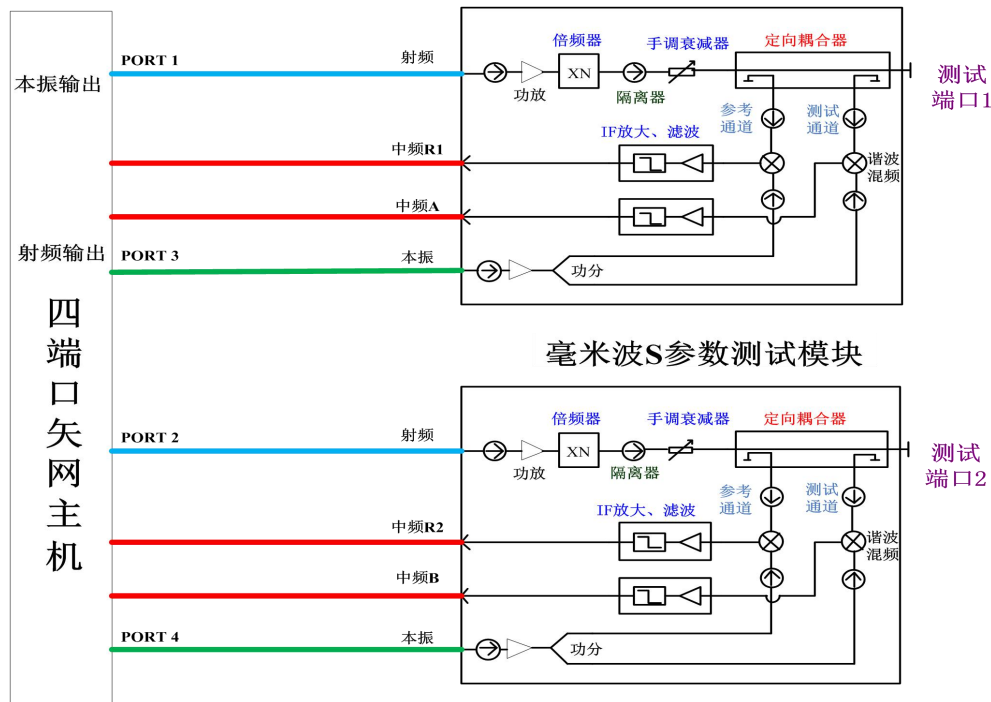

图 6.1 四端口扩频矢量网络分析系统工作原理框图
A.四端口矢网主机+S 参数测试模块扩频系统原理框图如图 6.1 所示。